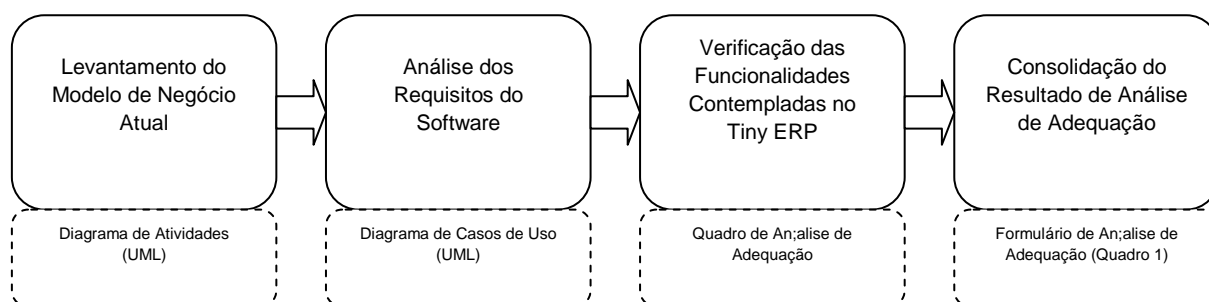

Figura 4 - Etapas da pesquisa
Cada funcionalidade descrita nos casos de uso foi pesquisada nos módulos ou telas do sistema OpenERP e classificada como: Atendida (A), Parcialmente Atendida (P) ou Não Atendida (N). Com base nesta análise, considerou-se a porcentagem de funcionalidades atendidas, em relação ao total das funcionalidades necessárias. As funcionalidades parcialmente atendidas, também foram consideradas parcialmente na porcentagem final. É importante salientar que esta análise contemplou apenas a quantidade de funcionalidades contempladas pelo software, e não a complexidade destas. A Figura 4 apresenta as etapas da pesquisa realizada no início do projeto para entendimento do sistema OpenERP.